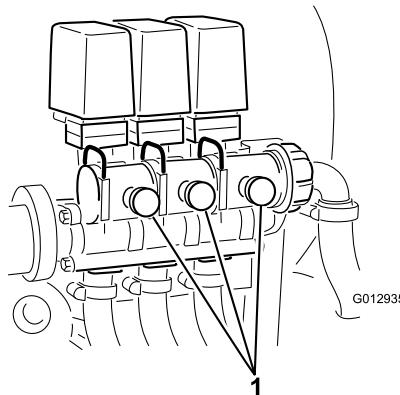

Figura 30
12. Ajuste la válvula de retorno del brazo que cerró (Figura 30), situada en la válvula de control de ese brazo, hasta que la presión marcada en el indicador sea la misma que en el paso 9.